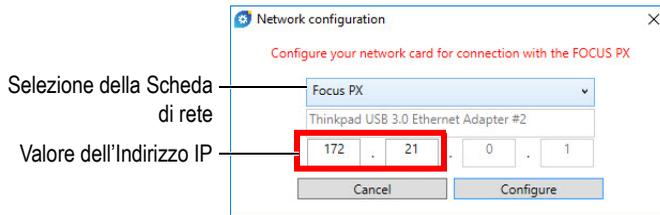

Figura 5-3 Selezione della Scheda di rete da configurare
4. Nella finestra di dialogo **Network configuration** (Configurazione di rete), selezionare la scheda di rete che è usata per la comunicazione con il FOCUS PX (vedi Figura 5-3 a pagina 21).